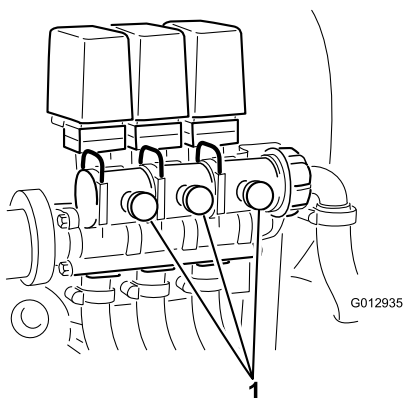

Figure 29
12. Réglez la vanne de dérivation de rampe (Figure 29) située sur le distributeur de commande de la rampe que vous avez mise hors service jusqu'à ce que la valeur indiquée au manomètre soit la même qu'au point 9.